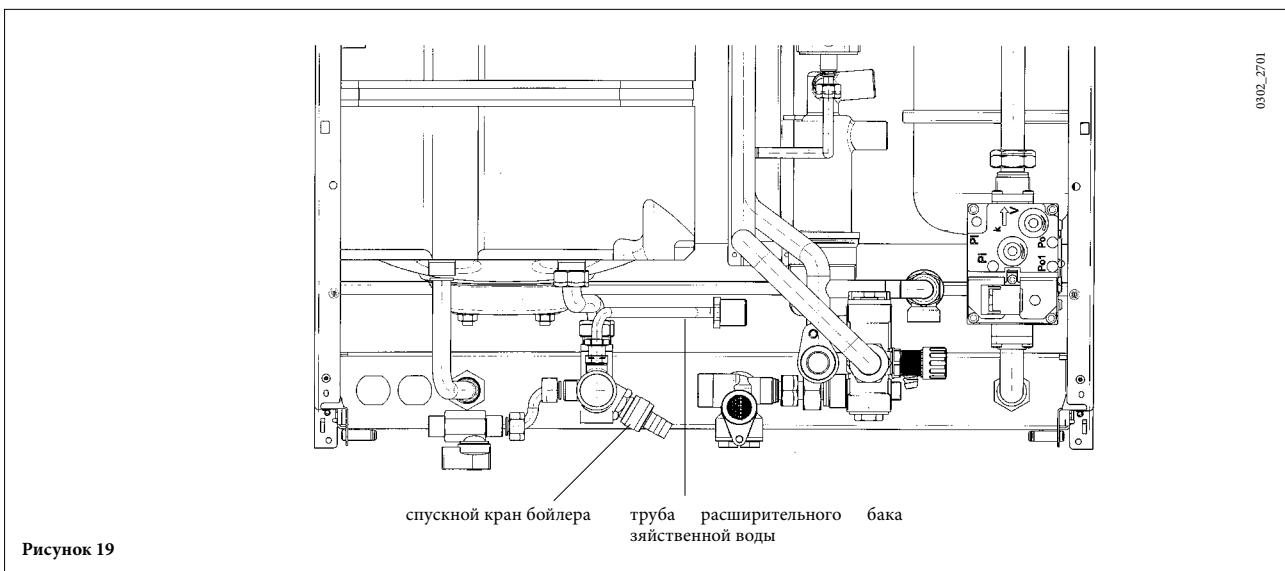

Рисунок 19
- отвинтить круглую гайку спускного крана (см. рис. 19);